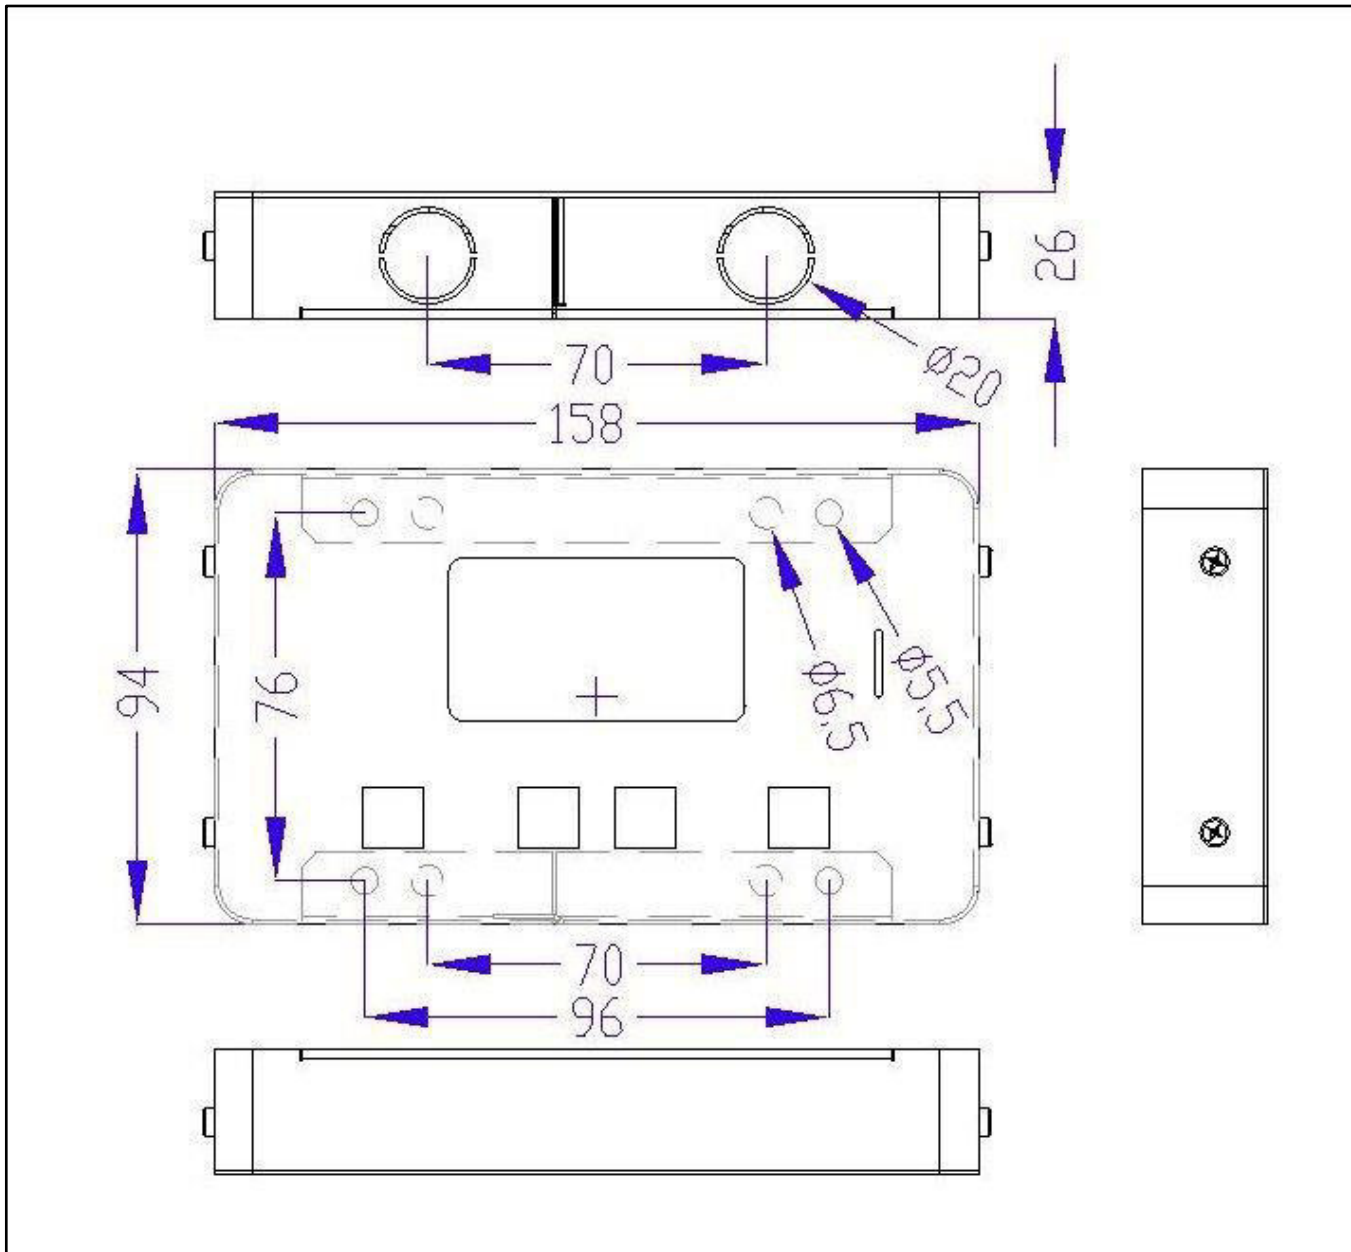

Fig.4 - Dimensiones mecánicas
- 1) Instale el WRD en un lugar seco, tiene dos opciones de fijación: desde el panel y en pared (*Fig.4*)
- 2) La parte trasera da acceso a las conexiones eléctricas (*Fig.4*). Tanto la conexión de la fuente de alimentación como la **conexión WBUS**² son del tipo con terminales extraíbles que son fáciles de cablear. Conectar los cables correctamente, si la energía proviene de la batería, se recomienda que esté debajo del fusible (0,5A) para la protección de los cables. Finalmente, si se usa, también conectar el cable Ethernet.